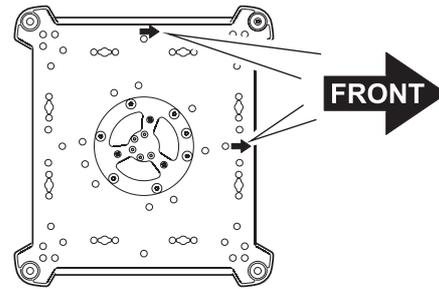

Figure 6: Face avant du projecteur
3. Voir Figure 6. Notez la position des flèches indiquant la face avant du projecteur.